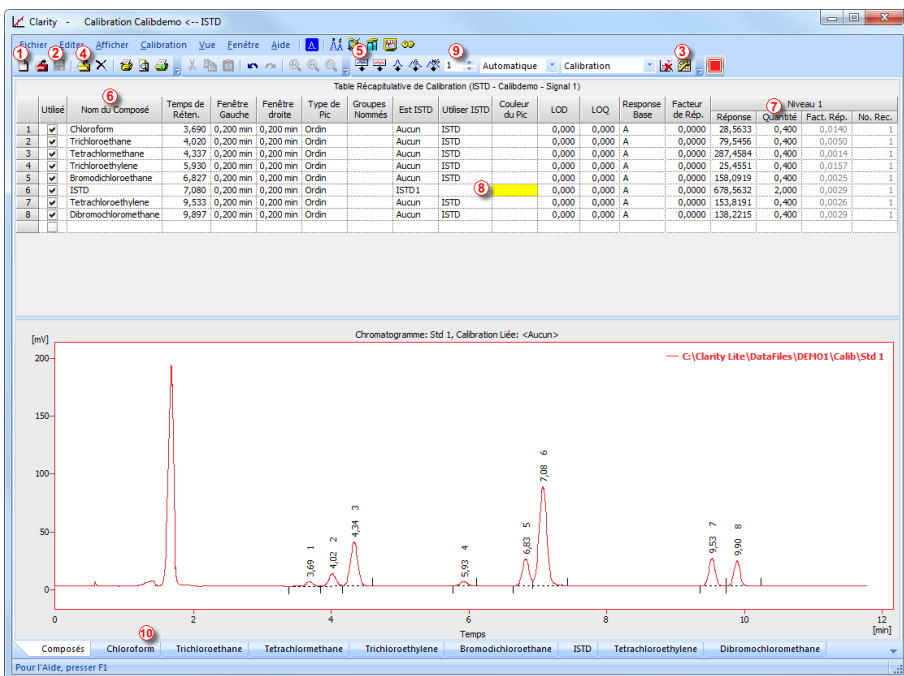

Fig 14: Fenêtre Calibration - Standard chargé
- Utiliser l'icône (bleue) *Ajouter Tout*  ⑤ pour déplacer tous les pics identifiés à la table de calibration. La table de calibration apparaît dans la fenêtre **Calibration**, prête à être complétée comme on le voit sur **Fig 14** sur la page 24.
- Comme on peut le voir dans la calibration, les pics individuels sont maintenant identifiés en fonction de leur temps de rétention uniquement. Cliquer et éditer les champs dans la colonne *Nom du Composé* ⑥ selon ceux sur **Fig 14** sur la page 24. Vous pouvez également définir la couleur de pic pour certains pics, par exemple le pic ISTD dans la colonne *Couleur de Pic* peut être jaune.
- Remplir la colonne *Quantité* ⑦ avec la concentration de composés particuliers. Dans ce mélange standard, tous les composés à l'exception du pic numéro 6 ont une concentration de 0.4.
- Le pic numéro 6 est marqué comme pic ISTD. Dans la colonne *Est ISTD*, changer son type en ISTD1 ⑧ puis dans la colonne *Quantité*, définir son montant à 2.
- Le premier niveau de calibration est maintenant fixé. Dans les onglets des composés individuels ⑩ (nommés d'après le champ *Nom du Composé*) on peut voir le graphe avec calibration linéaire à un seul point.
- Procéder au réglage des autres niveaux de calibration. L'opération est assez simple - utiliser à nouveau l'icône (jaune) *Ouvrir Standard*  ④ pour ouvrir un autre standard de calibration nommé STD 2.PRM. Régler le niveau de calibration dans le champ *Niveau Actuel* ⑨ sur 2 et utiliser l'icône (bleue) *Ajouter Tout*  ⑤. Remplir la colonne *Quantité* avec les valeurs 1.0 (sauf pour le pic 6, dans lequel la valeur 2 doit être utilisée à nouveau).
- Régler le troisième niveau de calibration de la même manière en utilisant le fichier STD 3.PRM et la *Quantité* de 3.0 et le quatrième niveau (fichier STD 4.PRM, *Quantité* 5.0), sauf pour le pic ISTD (toujours *Quantité* = 2). Dans les onglets des composés individuels ⑩, on peut voir la calibration quatre points linéaire. Enregistrer la calibration maintenant en utilisant l'icône *Enregistrer Calibration* ; La calibration est enregistrée dans le répertoire par défaut.